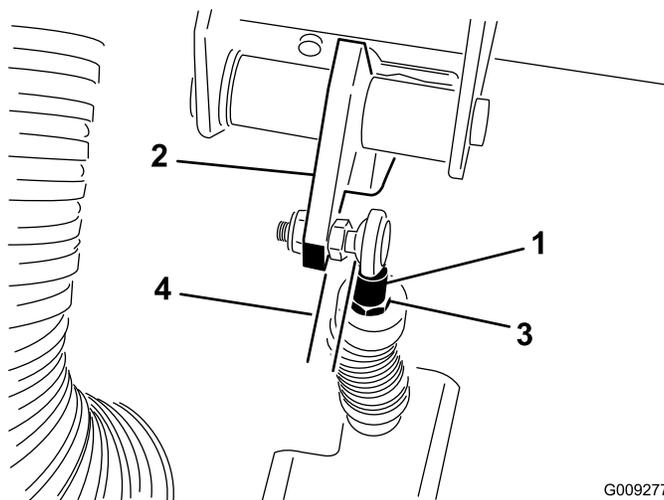

Рисунок 71
**Внимание:** Убедитесь в том, что после затяжки контргайки конец стержня располагается перпендикулярно к шариком, а не перекошен, и остается параллельным к педали сцепления (Рисунок 71).